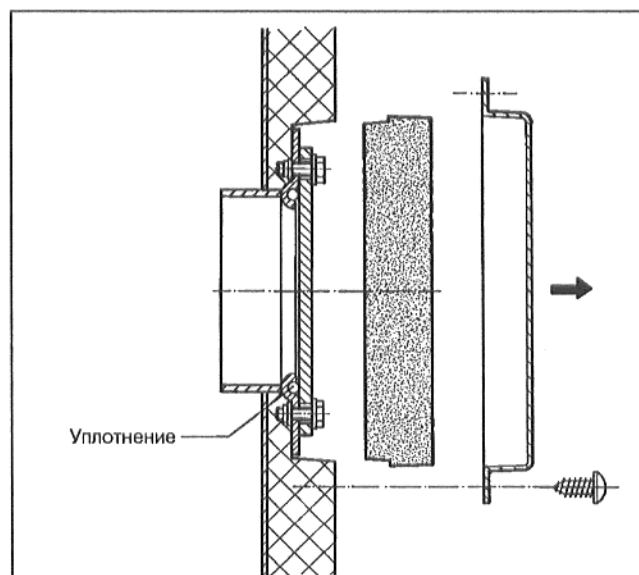

Рис. 14
- Отвинтить закрывающий кожух крышки люка (Рис. 14).
- Вывинтить винты с шестигранной головкой из крышки люка, снять крышку люка (Рис. 14).